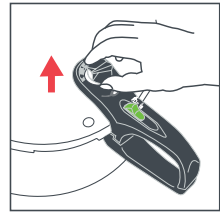

Fig.15
2. Tire de la válvula hacia arriba con cuidado (Fig. 15).